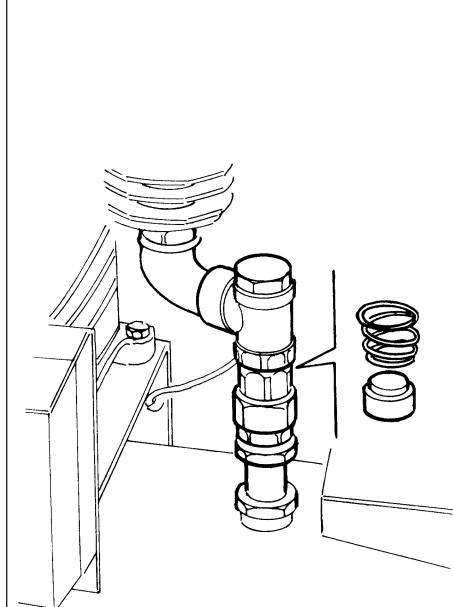

fig. 14
- réviser la soupape de retenue, l'ouvrir et nettoyer les composants individuels (figure 14).